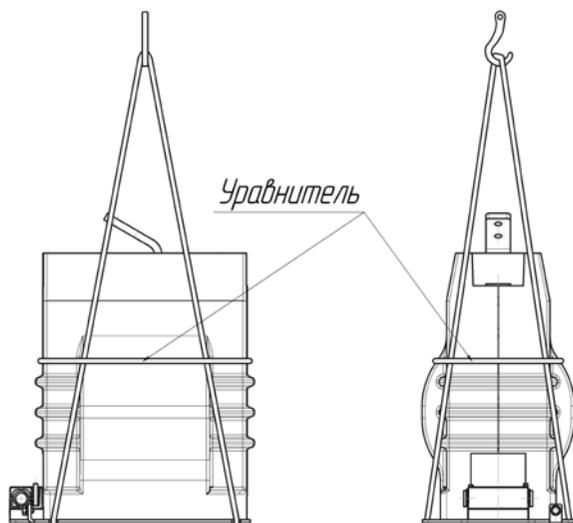

Рис. 1 – Схема строповки
8.3.1 При проведении такелажных работ по схеме строповки без упаковки (рис. 1), стропы должны иметь резиновую или иную мягкую оболочку, не повреждающую поверхность трансформаторов, а также, обязательным требованием является наличие на стропах уравнилителя, исключающего опрокидывание трансформатора.